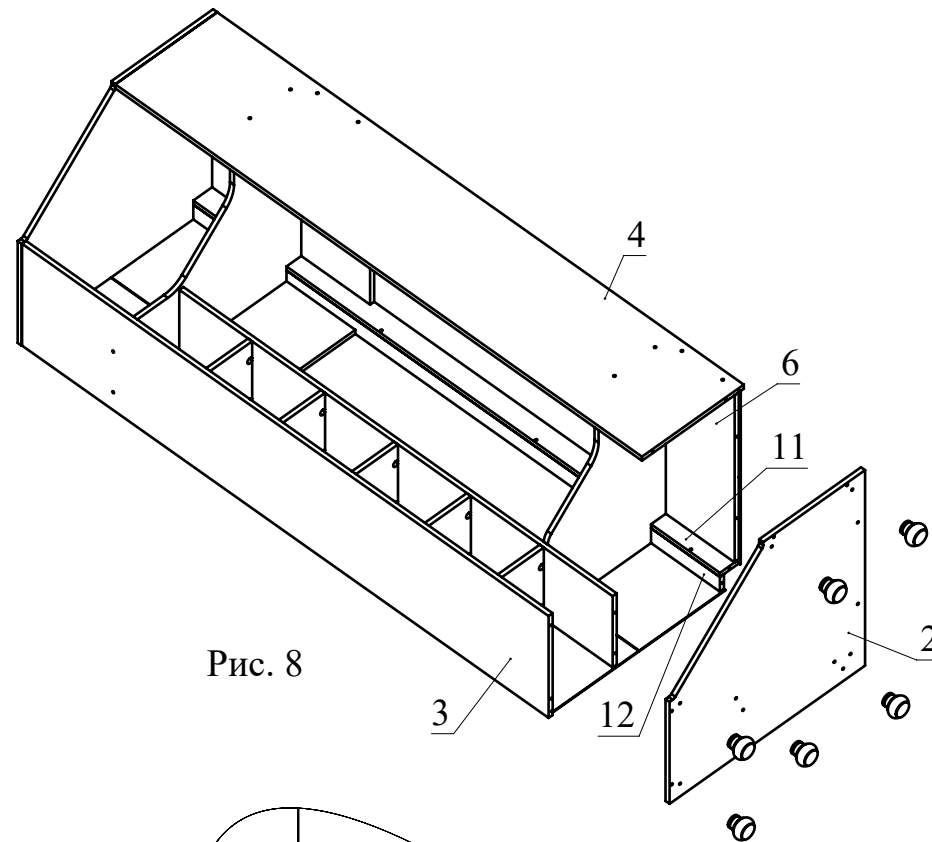

Рис. 8
10. Вставьте задние стенки 13 из ДВП в пазы деталей 3, 4. Между задними стенками установите стыковочный профиль для ДВП. Закрепите ДВП 13 при помощи шурупов 3,5x16 на деталях 11, 12 (Рис. 8).
11. Соберите сборку согласно схеме (Рис. 8).